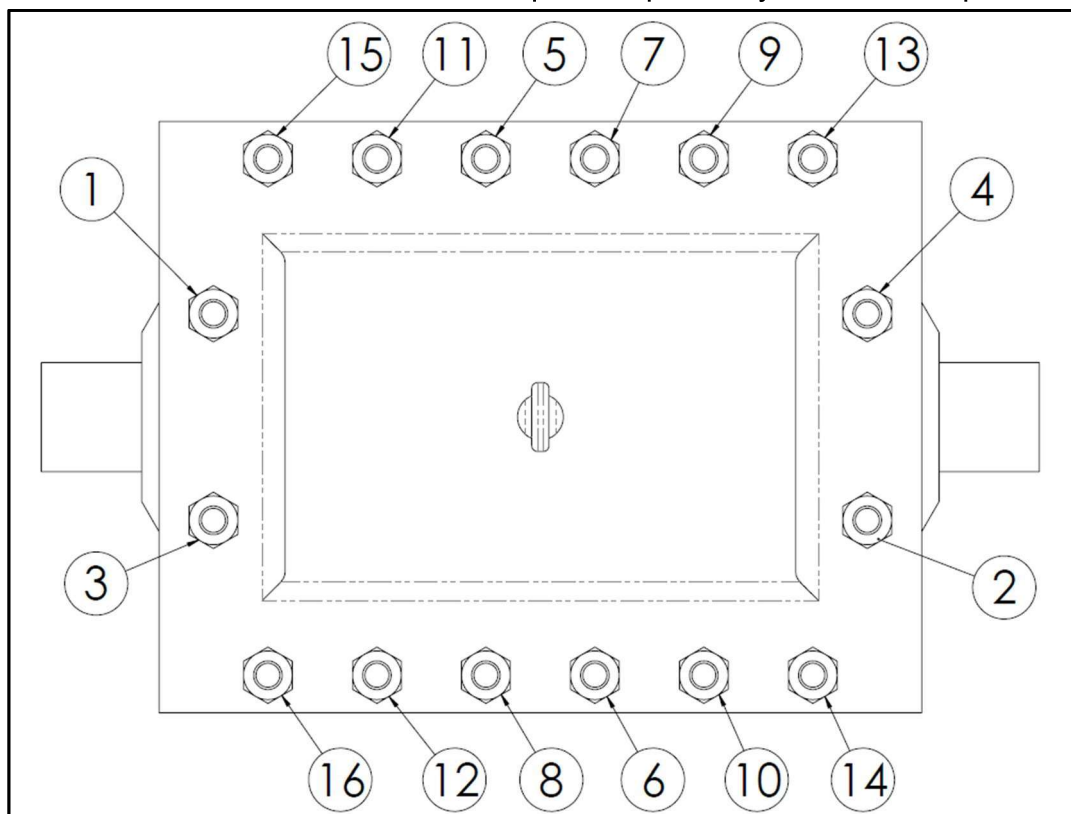

Figura 5
6. Apriete los espárragos de manera uniforme según el valor indicado para el tamaño de perno en la **Tabla de pares de apriete de PLIDCO** en la página 13 de estas instrucciones. Los mejores resultados se obtienen manteniendo una separación igual todo alrededor de las barras laterales mientras se aprietan los espárragos. Para asegurarse de que haya un acoplamiento completo de la tuerca debe tenerse un mínimo de 1/4 pulgadas (6.4 mm) del espárrago extendiéndose más allá de la tuerca. La secuencia de apriete de los espárragos debe seguir el patrón que se muestra en la Figura 5, y debe realizarse repetidamente como sigue: